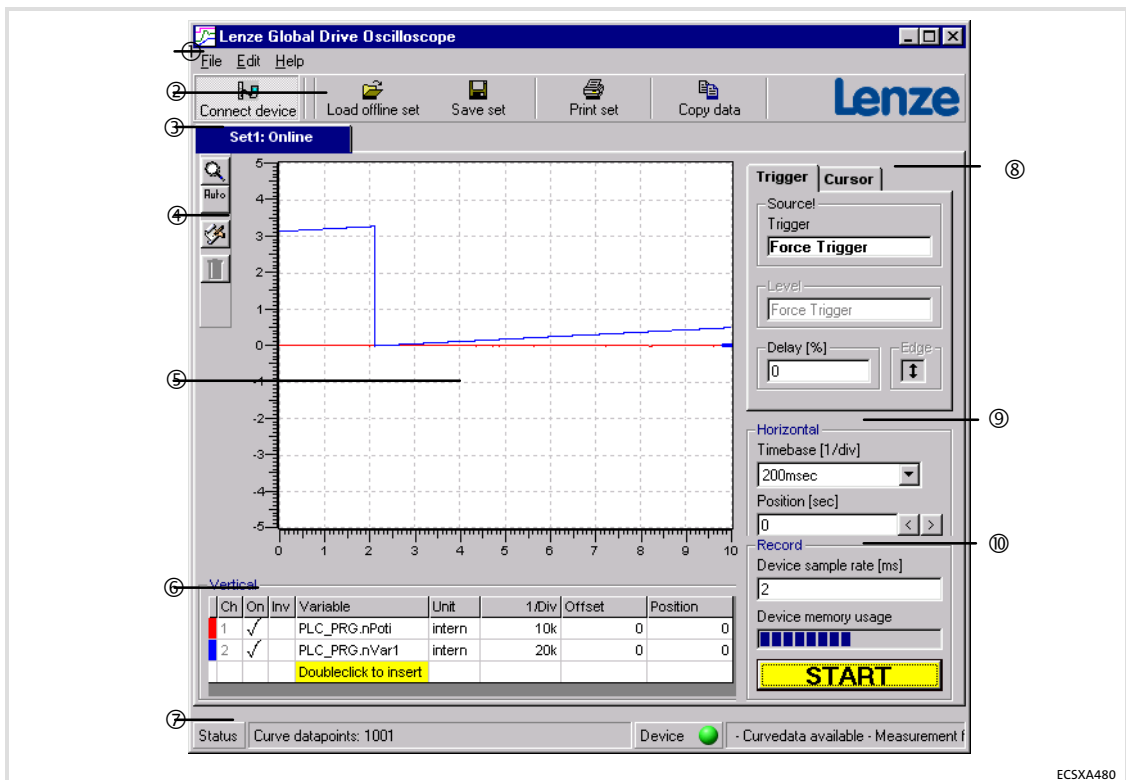

Fig.9-4 Global Drive Oscilloscope (GDO)
Barra de símbolos superior (②, Fig.9-4)
Barra de símbolos izquierda (④, Fig.9-4)